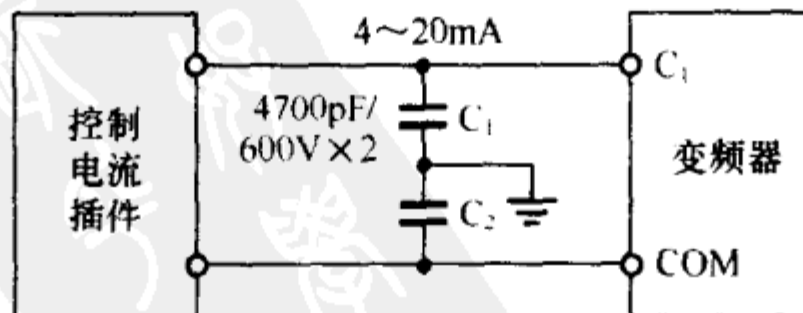

图 52 控制电缆加防干扰电容
(5) 控制电缆过长(如 50 ~ 100m)时, 易受外界干扰, 如使其频率给定所提供的 4 ~ 20mA 电流忽大忽小、时有时无, 根本无法工作。为此可采取以下措施:
① 采用屏蔽电缆, 金属屏蔽层可靠接地(牢固地接于变频器的 PE 端)。
② 仪表送出电流的元件采用光电隔离式插件。
③ 在 4 ~ 20mA 电缆芯线上加防干扰旁路电容, 如图 52 所示。图中, C_1 为设定用电流输入端, COM 为输入公用端。